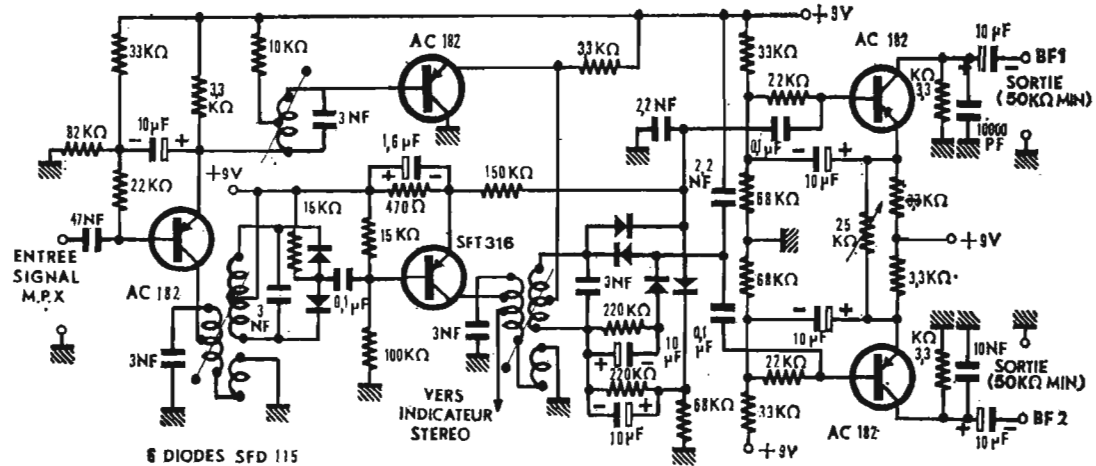

FIG. 4. — Schéma du décodeur stéréophonique multiplex
**Le décodeur stéréophonique :** Le schéma de ce décodeur multiplex du type à détection synchrone est indiqué par la figure 4. Le décodeur proprement dit est équipé de trois transistors et six diodes, les deux transistors AC182 étant montés en préamplificateurs BF. C'est sur le circuit collecteur du premier AC182 qu'est prélevée la fréquence pilote de 19 kHz qui se trouve doublée par deux diodes et amplifiée par un SFT316 qui applique les tensions de 38 kHz au démodulateur. Les informations G + D et G - D sont transmises au point milieu du secondaire du transformateur démodulateur par la liaison directe à l'émetteur d'un AC182 monté en collecteur commun. Les caractéristiques essentielles de ce décodeur Infra (réf. PS54) sont les suivantes :